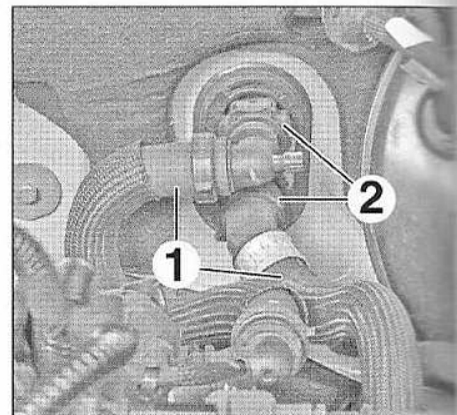
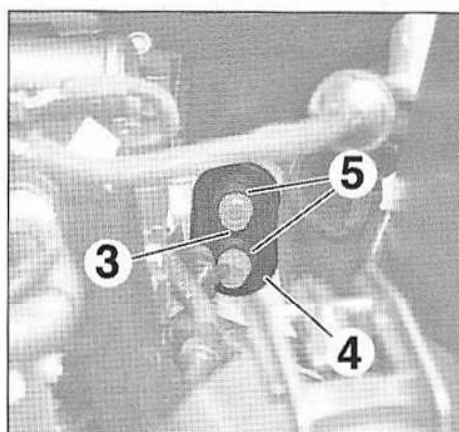

FIG.5
FIG.8
- Placer des pince-durits sur les durits (1) (Fig.5).
- Défaire les agrafes de verrouillage (2) puis découpler les durits (1).
- Défaire les agrafes de verrouillage (2) puis désaccoupler les durits (1).
- Déposer (Fig.8) :
- vis (3),
- plaque (4),
- joints (5).